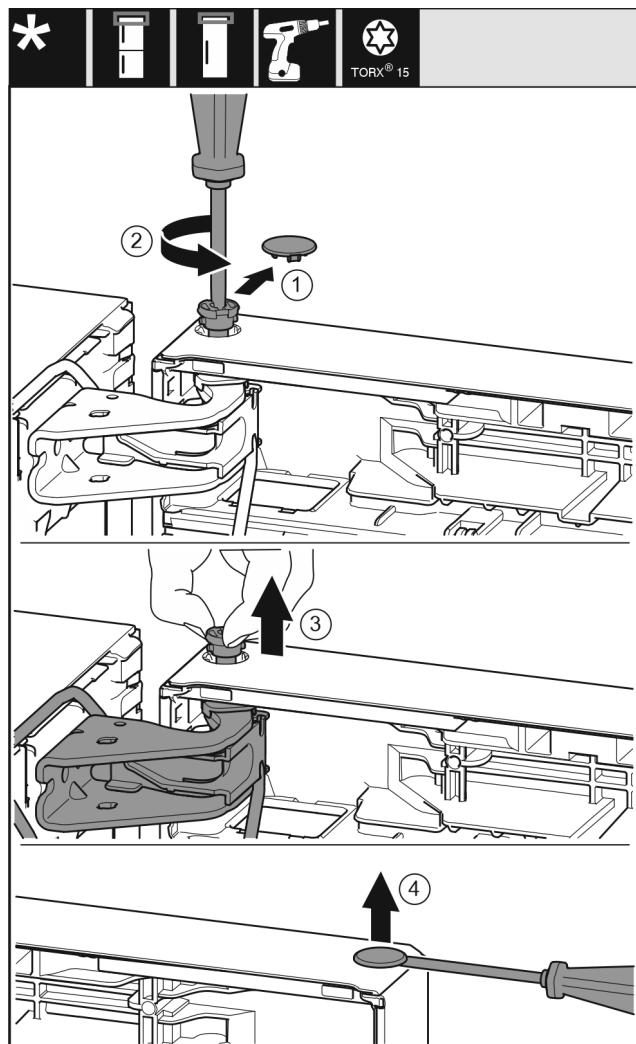

Fig. 10
- Обережно зніміть запобіжну кришку. Fig. 10 (1)
- Трохи викрутіть гвинт за допомогою викрутки T15. Fig. 10 (2)
- Притримуйте дверцята і витягніть палець руками. Fig. 10 (3)
- За допомогою шліцевої викрутки обережно підійміть пробку із опорного втулка дверцят та витягніть її. Fig. 10 (4)